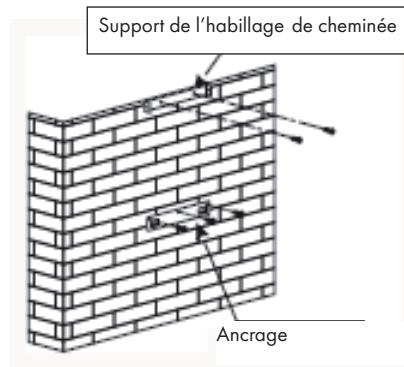

Figure 1
- Après avoir déterminé la hauteur d'installation, installez l'ancrage en ligne droite à un endroit approprié. La position d'installation du support de cheminée détermine la position de la cheminée (voir figure 1).